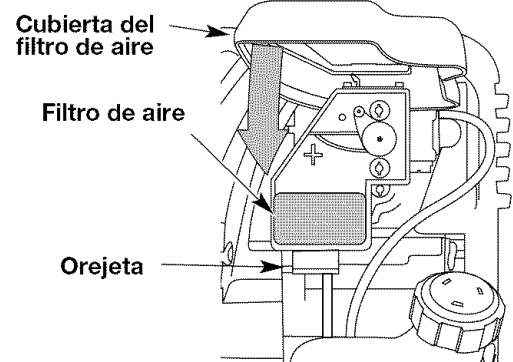

Fig. 32
8. Gire la tapa hacia abajo hasta que la lengüeta de la placa posterior del filtro de aire se enganche en la ranura de la tapa del filtro de aire (Fig. 32).